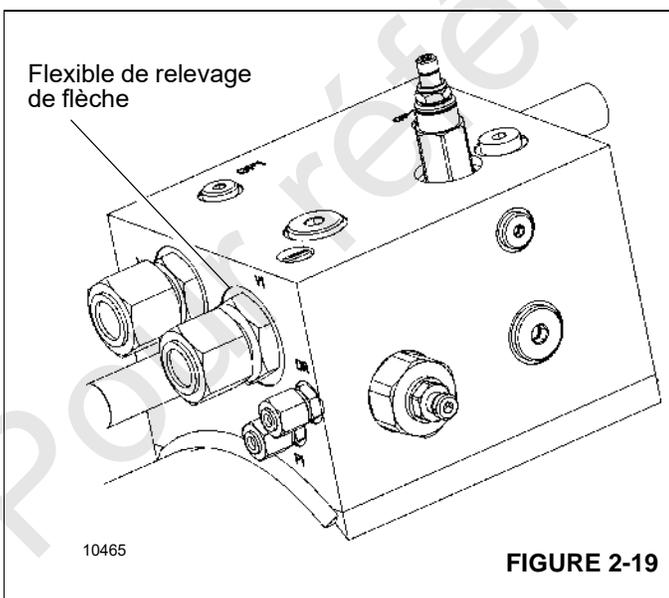

FIGURE 2-19
1. Installer un bouchon (ORFS n° 12) et un capuchon (ORFS n° 12) pour le flexible de relevage de flèche (Figure 2-19).